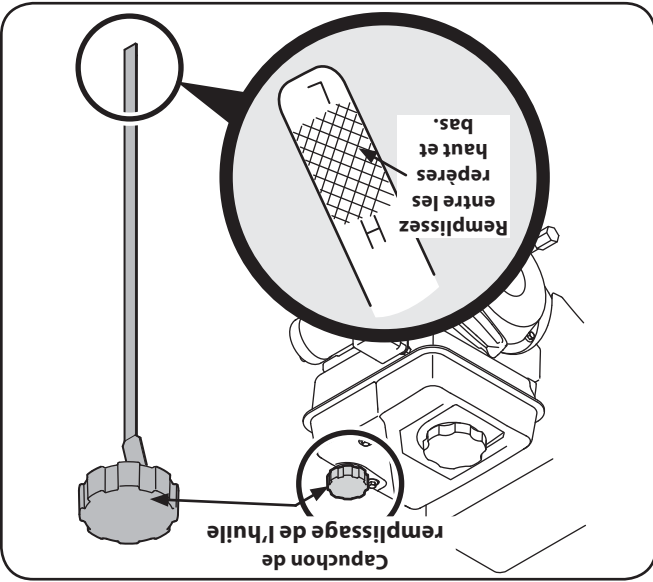

Figure 3-3
- Maintenir le niveau d'huile entre les repères haut (H) et bas (L) de la jauge à huile ou à la limite de débordement dans le cas d'un moteur sans jauge à huile. Voir la Figure 3-3.
1. Enlevez le capuchon de remplissage de l'huile et essuyez la jauge à huile. Voir la Fig. 3-3.
3. Enlevez le capuchon de remplissage de l'huile. Si le niveau d'huile est bas, ajoutez lentement de l'huile jusqu'à ce que le niveau d'huile soit entre les repères haut (H) et le bas (L). Voir la Fig. 3-3.
**REMARQUE :** Ne laissez pas le niveau d'huile tomber en dessous du repère bas (L) sur la jauge à huile. Ceci pourrait causer un mauvais fonctionnement de l'équipement et endommager le moteur.